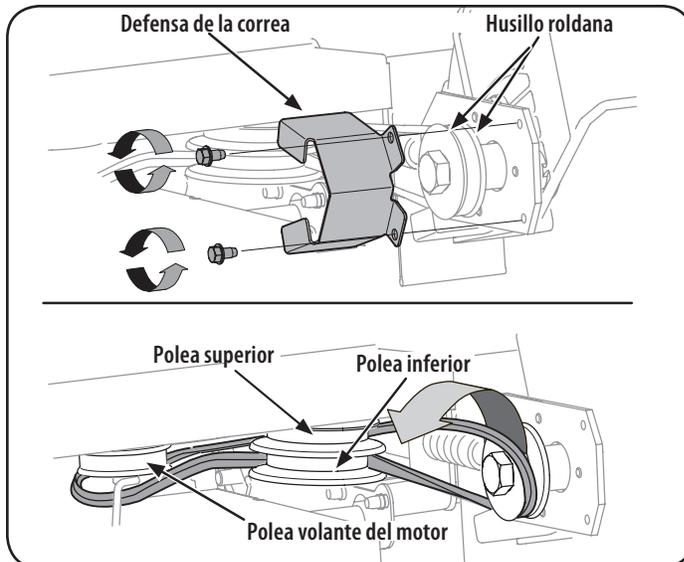

Figura 16
**NOTA:** Asegúrese de que la correa de transmisión está correctamente asentada sobre el husillo de la cuchilla y que se encuentra cómodamente ubicada sobre los bordes del husillo (vea la Figura 16) y no pellizcada entre ellos. Repita los tres primeros pasos si la correa está pellizcada.
- Retire la guarda de la correa de las poleas del husillo sacando los dos tornillos autoroscantes que la sujetan al montaje de la placa de la cuchilla. Vea la Figura 16.
- Cuidadosamente retire la correa de las poleas, verificando una vez más la orientación de la correa. Descarte la correa. Vea la Figura 16.
**NOTA:** Asegúrese de que el lado "V" de la correa está asentado sobre la polea superior y que el lado plano de la correa está asentado sobre la polea inferior. Vea la Figura 16.